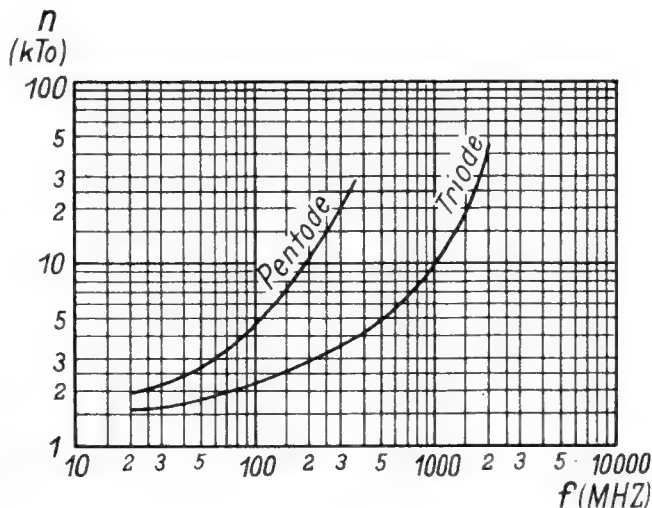

Bild 6. Optimale Grenzempfindlichkeiten für Trioden und Pentoden
a) In [1] ist in einem Diagramm gezeigt, welche Optimalwerte für die Grenzempfindlichkeit für die verschiedenen Röhrentypen erzielbar sind (s. Bild 6).